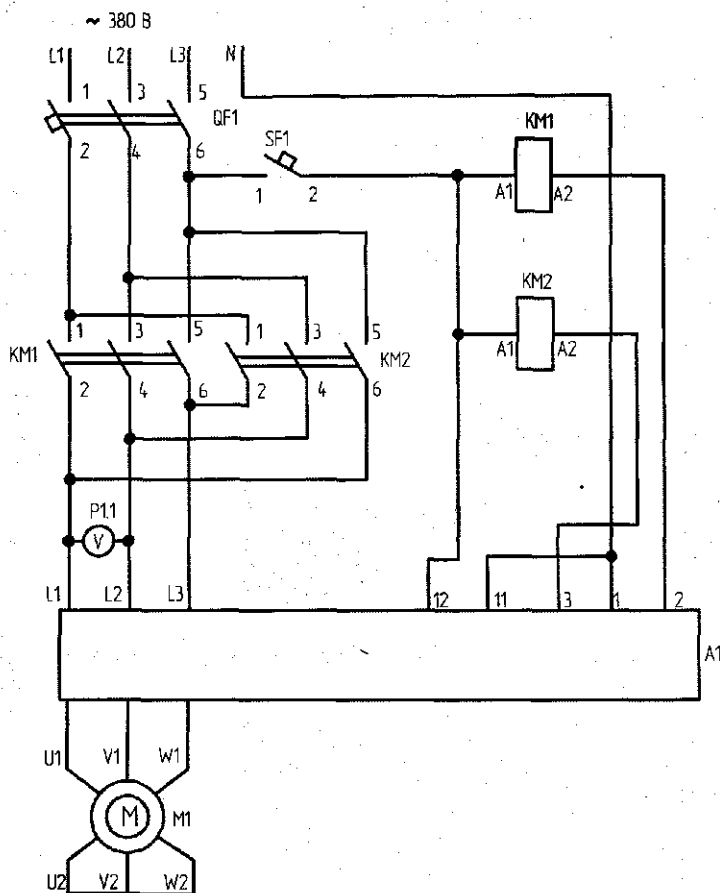

Рис. 9.1. Схема электрическая принципиальная микропроцессорного блока управления и защиты асинхронного двигателя
2. Схема электрическая принципиальная показана на рис. 9.1, электрическая схема соединений – на рис. 9.2.